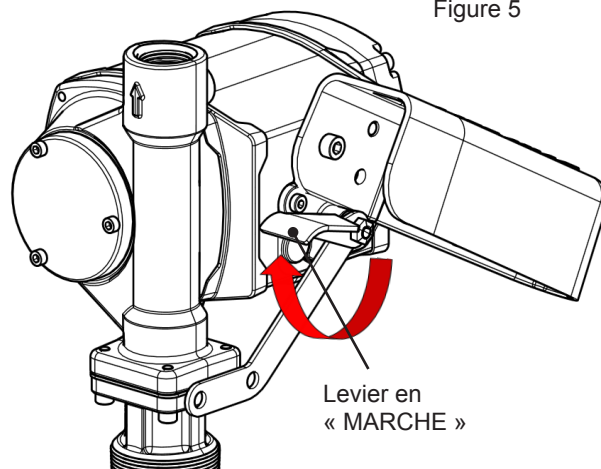

Figure 5
3. Placer le levier de commutation en position « MARCHÉ » (haute) pour démarrer le moteur (Figure 5). La pompe devrait démarrer et se stabiliser à un régime de ralenti.